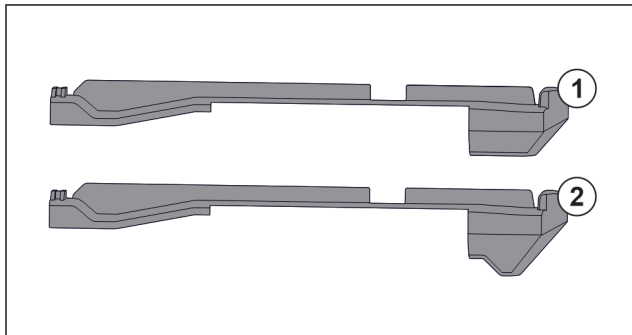

Fig. 74 Vergelijking van de insteekelementen
In het apparaat bevinden zich twee verschillende insteekelementen. Het insteekelement boven de onderste lade Fig. 74 (2) heeft een driehoekige rand. Alle overige insteekelementen Fig. 74 (1) hebben een rechte rand.
- ▶ Insteekelement Fig. 74 (2) met de driehoekige rand boven de onderste lade aanbrengen.
- ▶ Insteekelement Fig. 74 (1) met rechte rand op alle overige plekken aanbrengen.